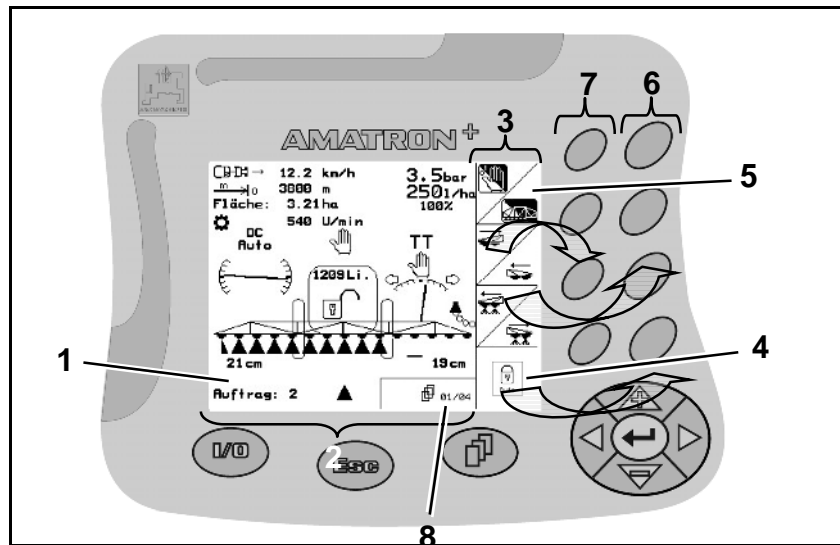

Fig. 5
- Fig. 5/...
- (1) Display. Das Display besteht aus dem Arbeits-Display (2) und den Funktionsfeldern (3).
- (2) Arbeits-Display. Das Arbeits-Display zeigt die momentan angeählten Funktionen der Pflanzenschutzspritze, sowie die momentane Fahrgeschwindigkeit [km/h], die gefahrene Wegstrecke [m], die bearbeitete Fläche in [ha] und die momentane Zapfwellen-Drehzahl [U/min].
- (3) Die Funktionsfelder bestehen entweder aus einem Quadratfeld (4) oder einem diagonal getrennten Quadratfeld (5).